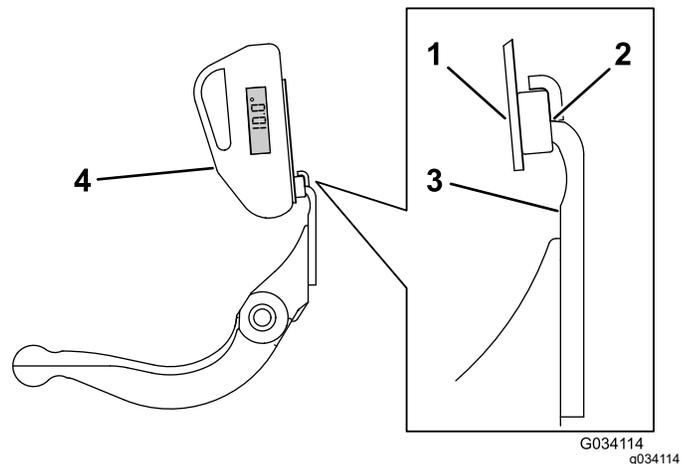

Figure 26
3. Placez le support d'indicateur d'angle sur le bord de la contre-lame de sorte à adapter le bord de l'aimant au bord de la contre-lame (Figure 26).
4. Placez l'indicateur d'angle sur le support, comme montré à la Figure 26.